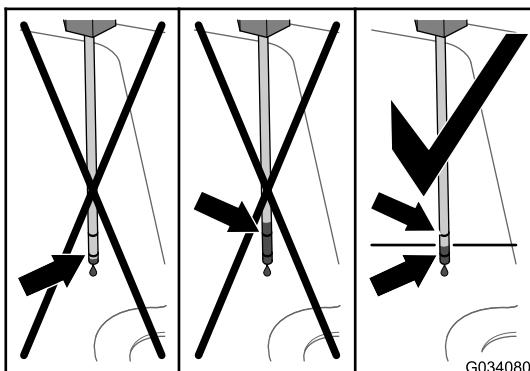

Рисунок 99
6. Извлеките щуп и проверьте уровень рабочей жидкости (Рисунок 99).
- Залейте гидравлическую жидкость указанного типа через заливную горловину так, чтобы ее уровень находился между двумя отметками на масломерном щупе (Рисунок 99).